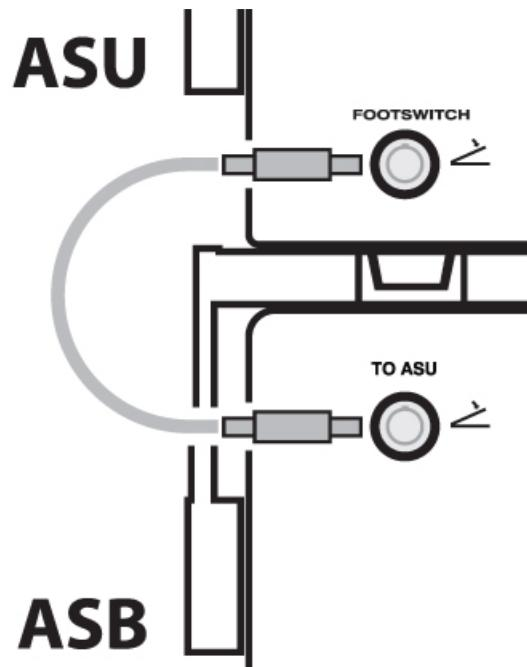

図5 フットスイッチインターフェースケーブルの接続について(ASU2/ASB3 バックパネル)
4. フットスイッチインターフェースケーブルを、ASU2 と ASB3 のバックパネルにあるフットスイッチ接続口とフットスイッチ信号出力口に、カチッと音がするまで接続します（図 5 参照）。